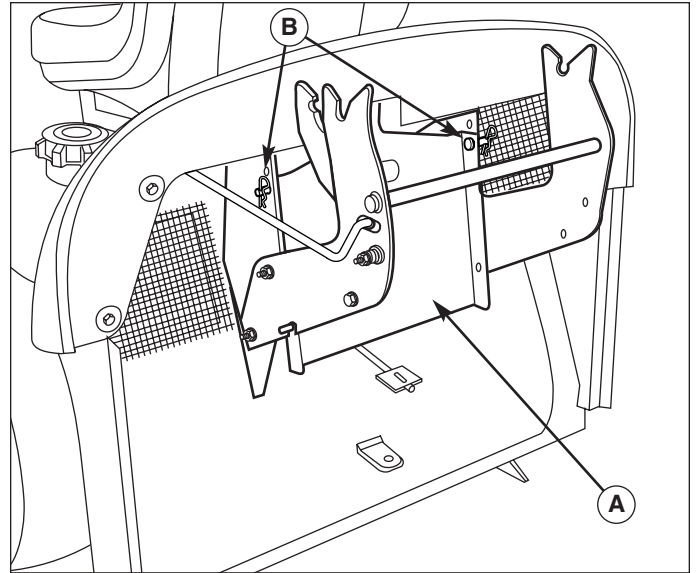

**Figure 5. Enlever le tube de décharge inférieur**
2. Enlever le tube de décharge inférieur (A, Figure 5).